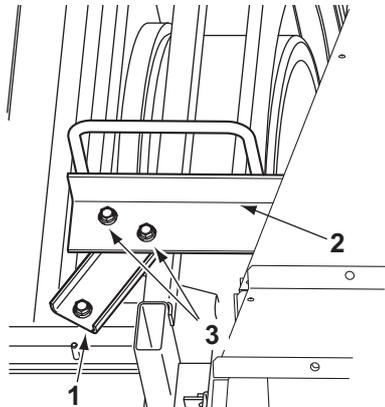

図 2-44
MCH1150 (A) の場合、固定座 (1) に昇降機のハンドル (2) をボルトM8×20 (3) (2本) で固定します。(図 2-44)